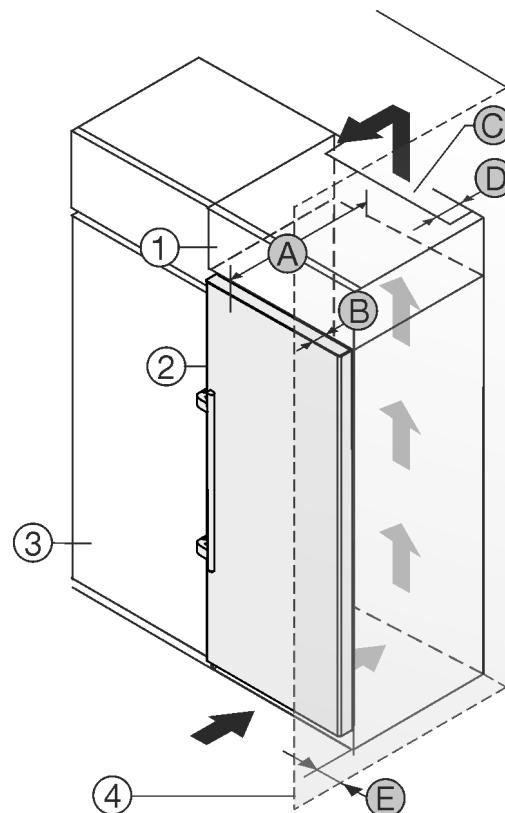

Fig. 2
Μπορείτε να τοποθετήστε τη συσκευή ακριβώς δίπλα από το ντουλάπι κουζίνας Fig. 2 (3).*
Στην πίσω πλευρά του επικαθήμενου ντουλαπιού πρέπει να υπάρχει ένα κενό εξαγωγής αέρα με βάθος Fig. 2 (D) σε όλο το πλάτος του επικαθήμενου ντουλαπιού.*
Κάτω από την οροφή του δωματίου πρέπει να τηρείται η διατομή εξαερισμού Fig. 2 (C).*
Εάν τοποθετήσετε τη συσκευή με τους μεντεσέδες δίπλα σε κάποιον τοίχο Fig. 2 (4), τότε πρέπει η απόσταση ανάμεσα στη συσκευή και στον τοίχο να ανέρχεται σε τουλάχιστον 57 mm. Αντιστοιχεί στην προεξοχή της χειρολαβής όταν η πόρτα είναι ανοιχτή.*
Για να μπορείτε να ανοίγετε τελείως την πόρτα, πρέπει η συσκευή να προεξέχει κατά το βάθος της πόρτας Fig. 2 (B) από την πρόσοψη του ντουλαπιού κουζίνας. Η συσκευή μπορεί να προεξέχει περισσότερο, ανάλογα με το βάθος των ντουλαπιών κουζίνας Fig. 2 (3) και την χρήση αποστατών τοίχου.*